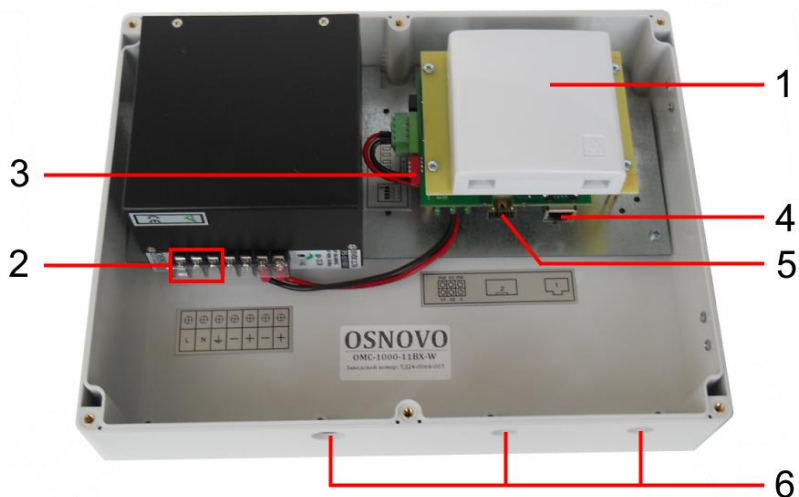

Рис.4 Подключение медиаконвертера OMC-1000-11BX-W
- Для обеспечения функционирования встроенной грозозащиты необходимо надежно подключить заземление (2) Рис.4. Качественное заземление является обязательным условием подключения.
2. Вставьте гермовводы в предназначенные для них отверстия в корпусе пластикового бокса (6) Рис.4, закрепите их пластмассовыми гайками с внутренней стороны корпуса.
3. Проденьте кабель витой пары через соответствующее отверстие гермоввода (Ø 3-6мм) снаружи внутрь корпуса (Рис.4).
5. Подключите обжатый разъемом RJ-45 кабель к медиаконвертеру (4) Рис.4 (порт 1) и затяните гермоввод. Для обеспечения защиты от проникновения влаги внутрь корпуса, кабели должны быть плотно укреплены в гермовводах.
6. Зачистите оптоволоконный кабель на длину 25-30 см, пропустите его в отверстие гермоввода (Ø 3-6мм) Рис.4, затяните резьбу гермоввода так, чтобы кабели жестко фиксировались в зажиме гермоввода.
7. Соблюдая все требования технологии сварки оптоволоконного кабеля, приварите пигтейл (имеются в комплекте) к оптоволоконной жиле кабеля. Уложите оптоволоконный кабель в пазы кросса (1) Рис.4, следя за тем, чтобы диаметр колец не был менее 60 мм. Подключите разъем пигтейла к SFP модулю (в комплект поставки не входит) установленному предварительно в SFP слот медиаконвертера (5) Рис.4. Закройте крышку оптического кросса (1) Рис.4.
8. Аналогично пункту 2 протяните обесточенный кабель питания от сети АС 195-265V / 50 Гц внутрь корпуса через соответствующий гермоввод (Ø 4-8мм), подключите кабель питания к клеммам **L** (фаза), **N** (ноль) и  (заземление) блока питания (2) Рис.4. Затяните гермоввод.